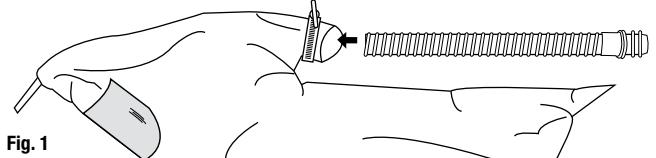

Fig. 1
- Coloque a braçadeira de parafuso sem apertar em torno da entrada de ar do capuz e introduza o adaptador (Fig. 1).